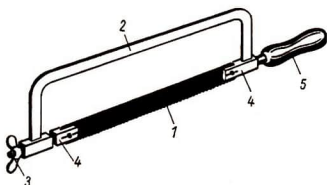

Bild 13 Handbügelsäge
Arbeitsmittel. Zum Sägen von Metall benutzt man die **Handbügelsäge** (Bild 13). Sie besteht aus dem **Sägeblatt** (1), dem **Bügel** (2), der **Spannschraube mit Flügel-mutter** (3), den **Sägeblatthaltern** (4) und dem **Griff** (5). Das Sägeblatt arbeitet auf Schub, es läßt sich um jeweils 90° um-